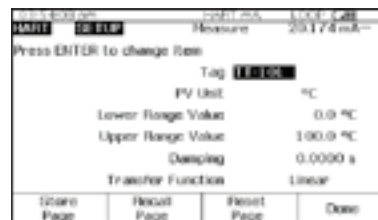

Figura 24.
10. Pulse **HART** y luego la tecla programable **Setup** (Configu- ración). Seleccione **Basic** en el menú y pulse **ENTER** para ver los parámetros de configu- ración básicos que aparecen en la Figura 24. Desplace el cursor hasta **Lower Range Value** (Valor de rango infe- rior) y pulse **ENTER**. Desplace el cursor hasta **Apply Values** (Aplicar valores) y pulse **ENTER**. Pulse **ENTER** para seleccionar 4 mA. Pulse la tecla progra- mable Continue (Continuar), utilice cualquier tecla para continuar y luego pulse Set (Definir). Pulse cualquier tecla y las teclas programables Done (Listo) y Abort (Anular) hasta que vuelva a la pan- talla de generación. Con el teclado del calibrador 754, introduzca el valor URV (100 °C en este ejemplo) regis- trado en el paso 8 y pulse **ENTER**.
11. Repita el paso (10) pero, des- pués de seleccionar "Apply values" (Aplicar valores), seleccione 20 mA en lugar 4 mA.